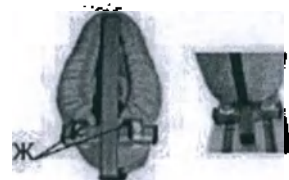

Рис. 60
5) Регулировка положения абдуктора (рис.60)